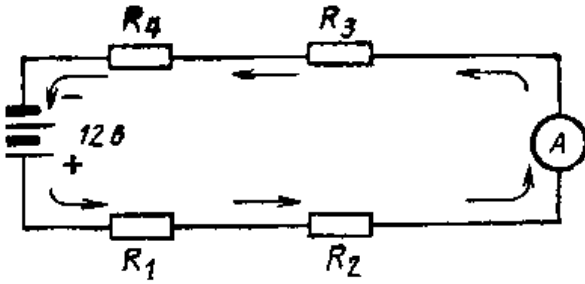

Рис. IV.76. В последовательной электрической цепи один и тот же ток проходит через все сопротивления. Общее сопротивление цепи равно 12 ом.
**Последовательно соединенные сопротивления.** Итак, когда два или несколько сопротивлений соединены последовательно, то через каждое из них проходит один и тот же ток. На рис. IV. 76 изображена схема, состоящая из последовательного соединения четырех сопротивлений, подключенных к 12-в аккумуляторной батарее. Если к такой батарее подключить только одну лампу, то она перегорит. Когда к батарее напряжением 12 в под-
Если каждая лампа в схеме на рис. IV.76 имеет сопротивление 3 ом, то общее сопротивление такой цепи может быть рассчитано с помощью формулы для последовательного соединения сопротивлений.